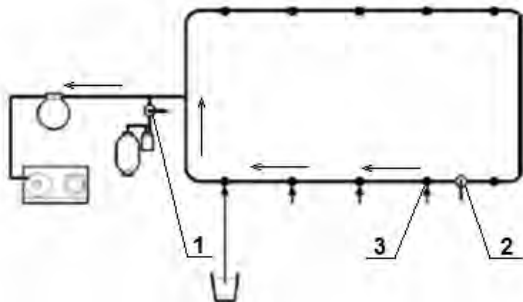

Рисунок 1.3 – Очистка вакуумной системы:
Во избежание попадания моющего раствора в ресивер следует перекрыть кран к фильтру-ловушке (1) (рис. 1.3). Если вакуумная система представляет собой закольцованный контур, то необходимо закрыть двухходовой клапан, установленный в середине контура (2). Один конец шланга следует подсоединить к вакуумному крану, а другой опустить в ведро, подав в контур несколько литров воды для предварительной промывки.
Раствор с моющим средством вводят в систему через кран, расположенный около двухходового клапана (3) (рис. 1.3).
Для промывки небольшого переходного участка между двумя половинами системы следует на короткое время открыть двухходовой клапан (3) (рис. 1.3).
По окончании процедуры очистки вакуумной системы рекомендуется оставить насос в рабочем режиме в течение приблизительно пяти минут, не закрывая вакуумные краны и двухходовой клапан, чтобы продуть надлежащим образом трубы. Двухходовой клапан (3) (рис. 1.3) должен быть оставлен в открытом положении.